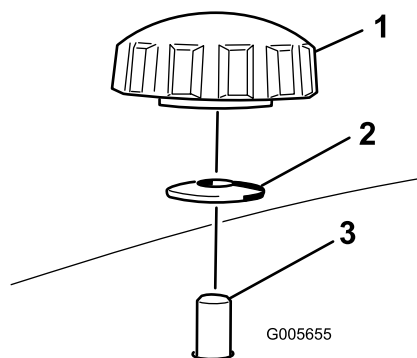

Figura 5
2. Instale el deflector izquierdo en la carcasa, sujetando los espárragos del deflector desde la parte superior del cortacésped con 2 pomos y arandelas curvas (con la cara ahuecada hacia el cortacésped) según se muestra en Figura 4 y Figura 5.
3. Pase el deflector derecho por el orificio de descarga y fíjelo con 2 pomos y arandelas curvas (cara ahuecada hacia el cortacésped) según se muestra en Figura 4 y Figura 5.